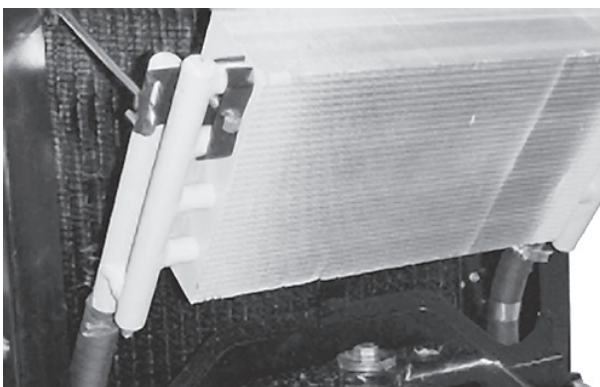

図 50
3. オイル・クーラのラッチを外し、クーラーを後ろに傾ける (図50)。オイル・クーラとラジエーターの裏表を水または圧縮空気で丁寧に清掃する。オイル・クーラを元に戻し、スクリーンを閉める。